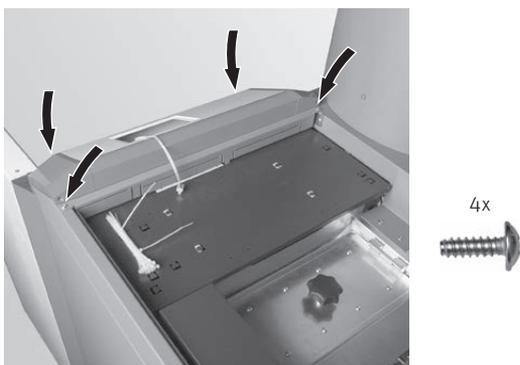

Fig. 70 Infilare i cavi di collegamento, agganciare il pannello di comando e avvitarlo
- ▶ Infilare i cavi di collegamento di InfoWIN Touch (12 VDC e LAN) nell'apertura del pannello di comando, infilare il pannello di comando e fissarlo con 4 viti autofilettanti – Fig. 70.